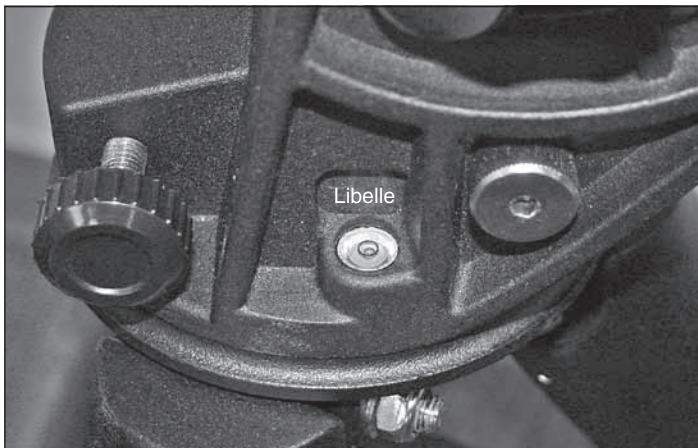

Abbildung 5. Die Libelle an der Basis der Montage vereinfacht die Nivellierung.
2. Nivellieren Sie die Montierung mit Hilfe der Libelle (**Abbildung 5**), indem Sie die Länge der Stativbeine je nach Bedarf anpassen.